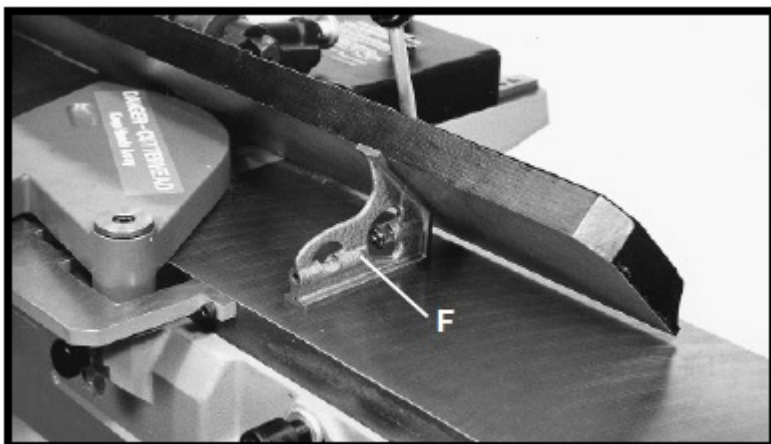

Рис. 35
4. Наклонить параллельный упор как можно дальше вовнутрь и с помощью комбинированного угольника (F), рис. 35, проверить, чтобы угол наклона параллельного упора составлял